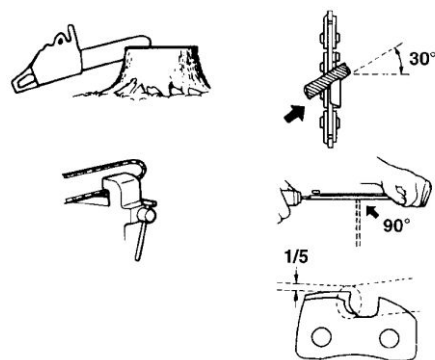

Рис. 10.
- Надежно закрепить электропилу (см. рис.10);